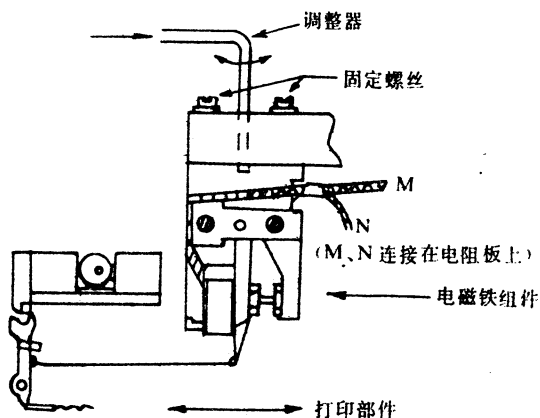

图 2-23 打印机转换部件图
2. 如图 2-23 所示,在电阻板上,用万用表测量 93 位 M、N 两个接插头,得  $R_{mn}=0.5$  欧姆,而其他接插头的  $R_{mn}$  值均为 5.4 欧姆。更换控制 93 位字锤的电磁铁组件后,故障排除。